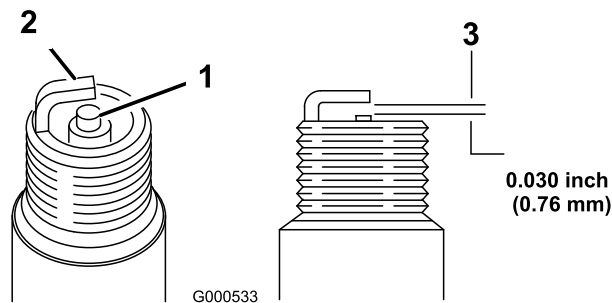

Figura 28
- Fije el hueco entre los electrodos en 0,76 mm (Figura 28).